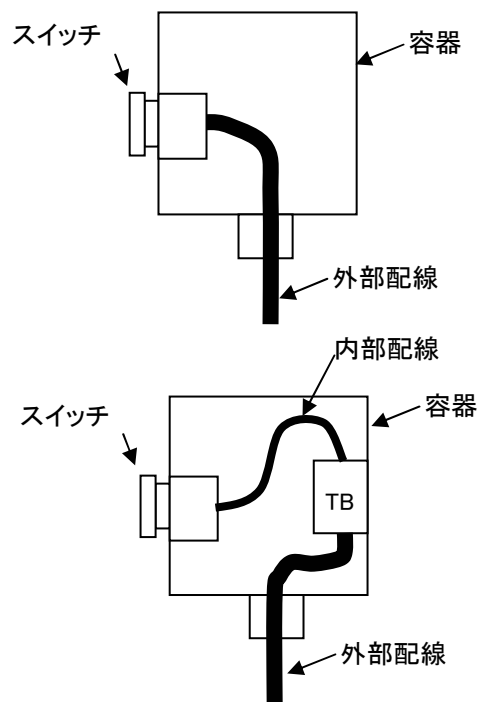

図 2. スwitchの容器と内部配線
- ② スwitchの裸充電部は、保護構造 IP20 以上の容器に収納し、製品個別の取扱い方法にしたがってください。
- ③ スwitchに内部配線(口出線を含む)がある場合は図 2 をご覧ください。